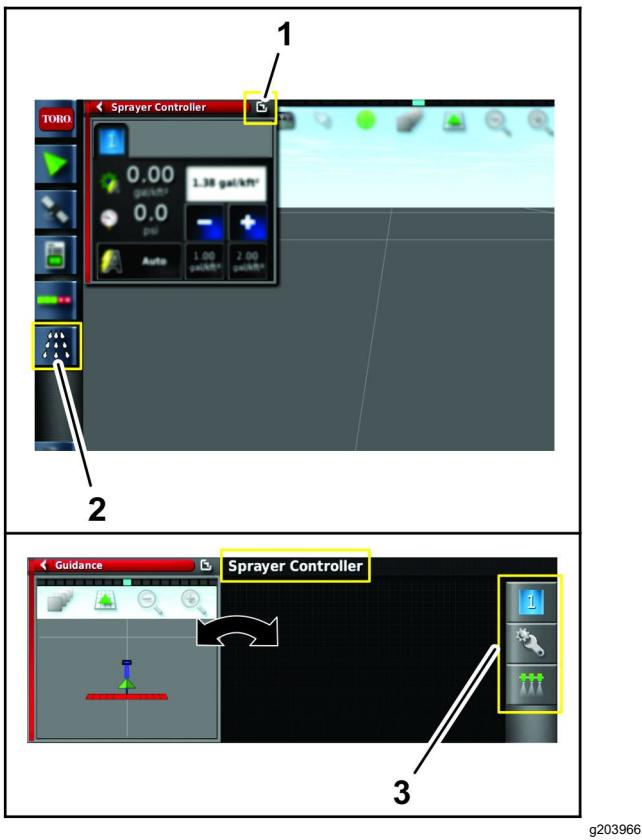

Figura 95
- C. Pulse el icono del controlador del fumigador (Figura 95).
E. Pulse el ícono Configuración del submenú del controlador de fumigación para mostrar el menú Configuración (Figura 95).
2. Pulse el ícono de ventana de interruptor para volver al menú del controlador del fumigador (Figura 95).